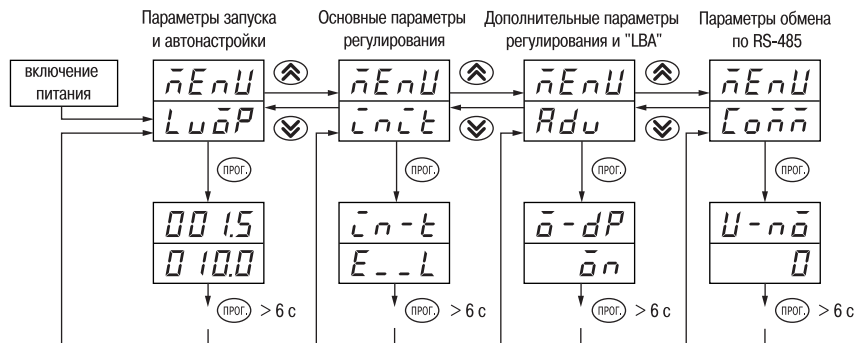

Рис. 24
6.1.2. Основные параметры прибора TRM101 объединены в 4 группы *Luop*, *Ln-t*, *Rdu* и *Lo-n*, составляющие меню прибора (рис. 24). Полный список программируемых параметров приведен в прил. Г, стр. 46 – 50.